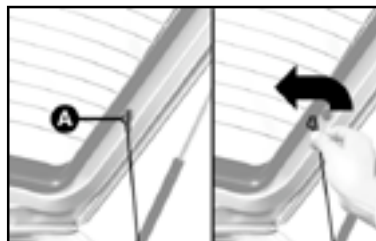

fig. 64
1) Soltar as extremidades superiores **A-fig. 64** dos dois tirantes, desprendendo as argolas dos pinos.